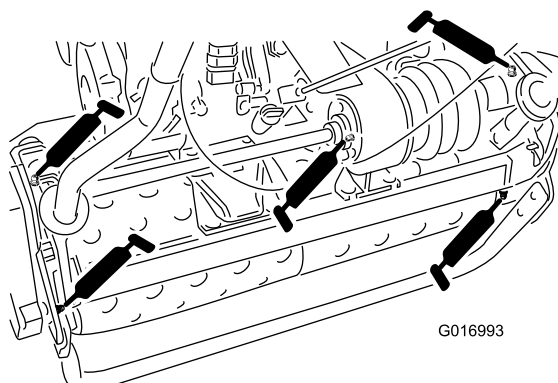

Рисунок 25
- Две на осях барабанов (Рисунок 25)
- Три на дифференциале (Рисунок 25)